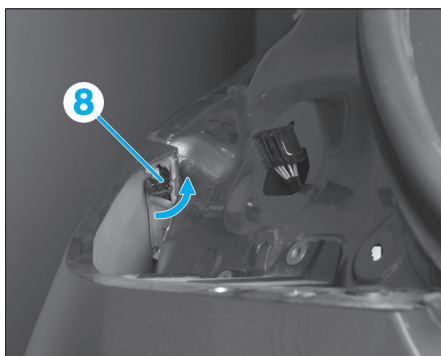

Fig. 185
- déverrouiller les agrafes (8) d'un quart de tour (Fig.185),